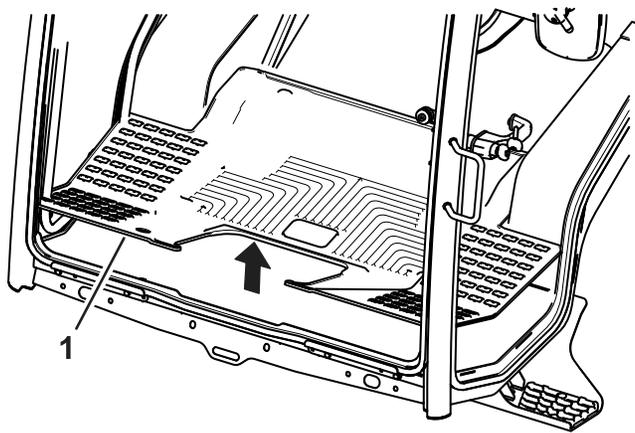

Figura 10
1. Retire o tapete do piso de borracha (Figura 10).